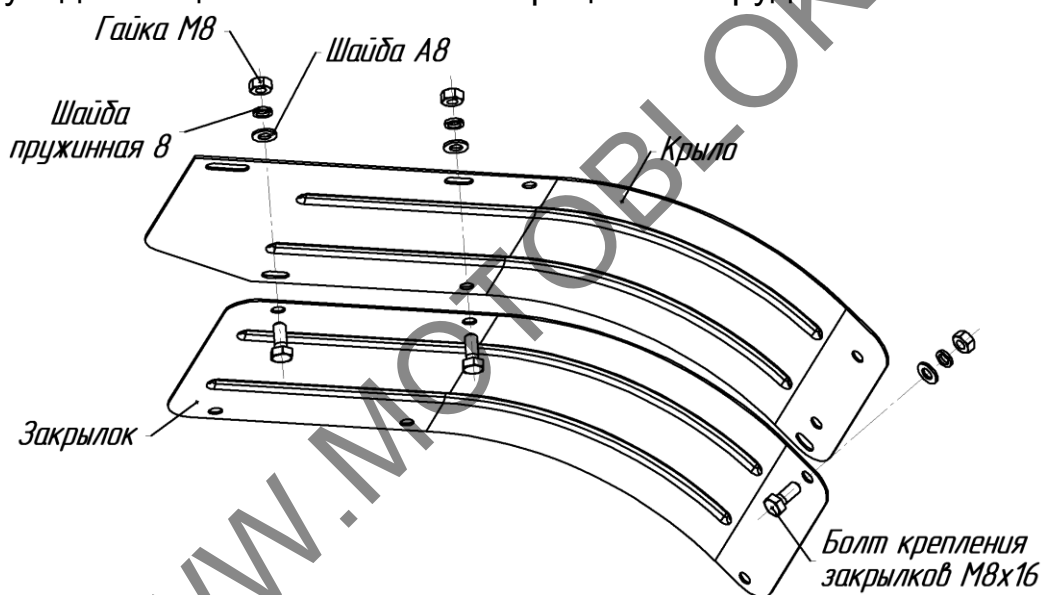

Рис.6. Схема крепления закрывков (дополнительных крыльев)
29. Защитные устройства и щитки должны быть установлены на соответствующие места и надежно закреплены с помощью исправного стандартного инструмента (рис.6).
Для проверки работы системы управления расцеплением осей колес, нажмите рычаг расцепления, при этом при повороте мотоблока влево, должно ощущаться значительное облегчение усилий поворота, а левое колесо не должно вращаться. В противном случае, отрегулируйте систему расцепления колес с помощью регулировочного болта и гайки 1 на рукоятке (при заворачивании болта срабатывание происходит позже, а при выворачивании – раньше) (рис.6).